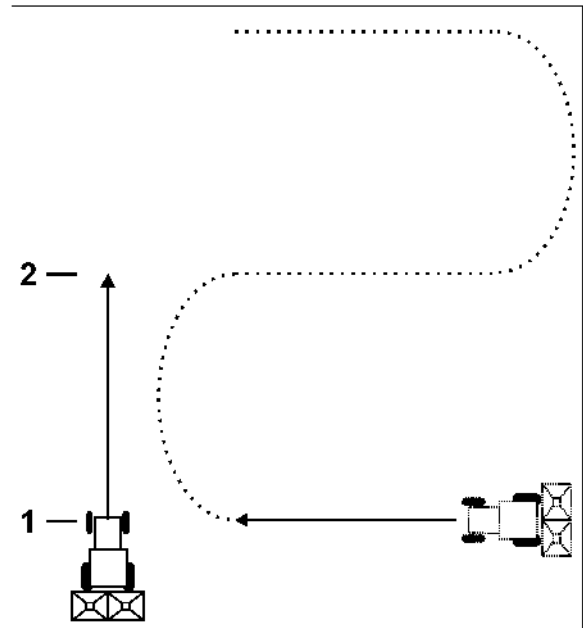

図 7
- 圃場の終端で作業方向に対して横向きに移動し、トラクターのトレッド (図 7/1) の高さで  キーを押します。
- ディスプレイが走行距離として作業幅を表示する場合 (図 7/2) 、接続走行を開始します。